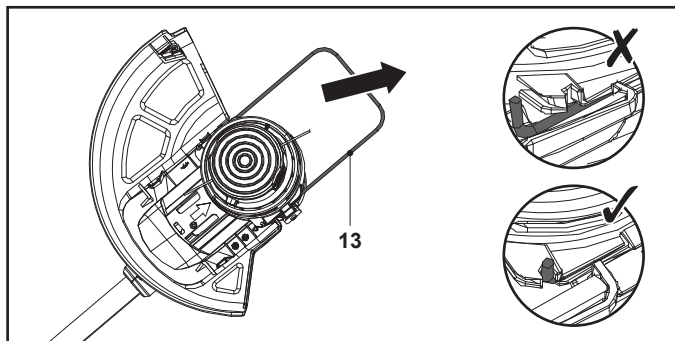

Fig. 12. Position de coupe / bordurage
1. Sortir le protecteur de plantes (13) jusqu'à ce qu'il se verrouille pour l'opération de coupe / bordurage (Fig. 12).